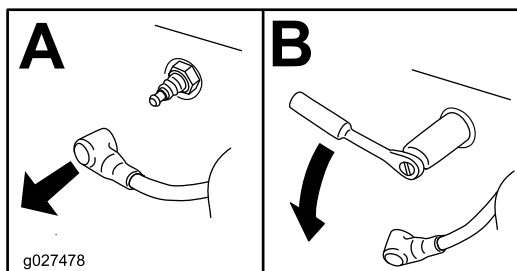

Figura 42
- Retire a vela de ignição (Figura 42).